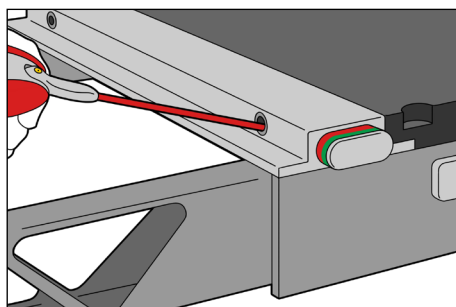

Fig. 4
4. Pulvériser du lubrifiant dans les orifices receveurs. (Fig. 4)
6. Pulvériser de nouveau du lubrifiant dans les orifices receveurs. (Fig. 4)